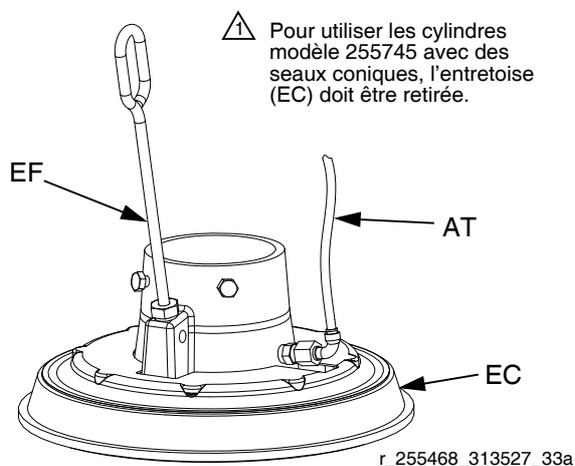

FIG. 15
Voir la FIG. 15. Si le cylindre sort difficilement du seau lorsque la pompe est relevée, il est possible que le tuyau d'assistance pneumatique (F) ou le clapet anti-retour soit bouché. Un clapet bouché empêche l'arrivée de l'air sous le plateau, ce qui devrait aider à la sortie du seau.
3. Déboucher et nettoyer le tuyau à assistance pneumatique (AT) dans le cylindre. Nettoyer toutes les pièces de la vanne et les remonter.
4. Retirer la tige de purge (EF) du cylindre. Introduire la tige de purge dans les orifices de purge de façon à enlever les restants de produit.